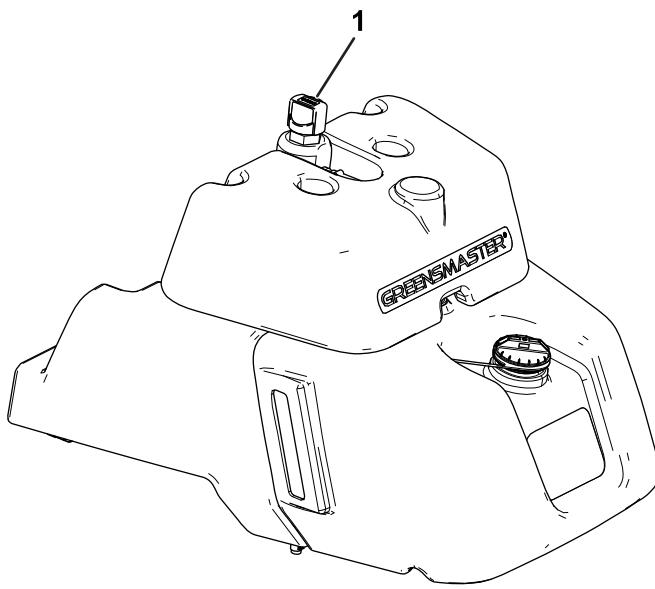

図 36
- メインの油圧オイルタンクに油量確認窓がついていない場合は、リークディテクタのタンク上部にあるディップスティックを探し出し **図 36**ステップ 3 に進んでください。